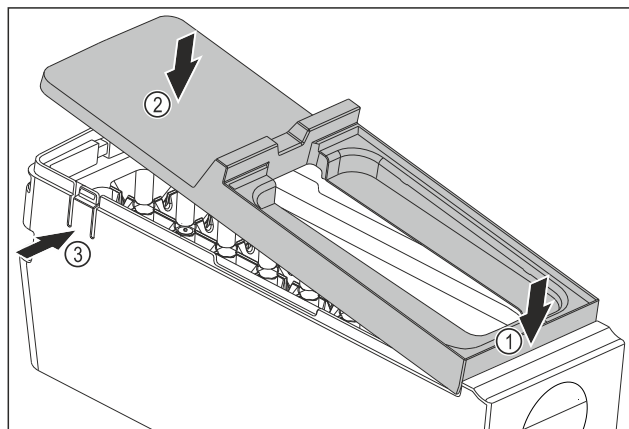

Fig. 120
- ▶ Montáž krytu korpusu EasyTwist-Ice: Nasadte kryt na přední stranu. Fig. 120 (1)
- ▶ Spusťte kryt vzadu dolů. Fig. 120 (2)
- ▷ Kryt slyšitelně zaklapne v obou lamelách Fig. 120 (3).